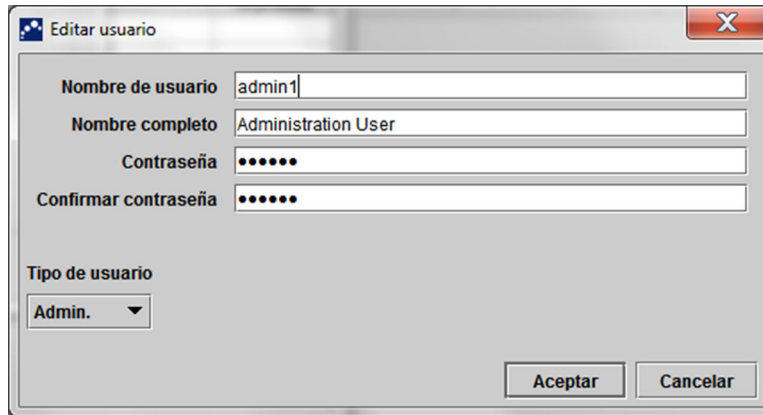

Figura 2-73. Cuadro de diálogo Editar usuario
3. Haga clic en **Editar**. Aparece el cuadro de diálogo Editar usuario. Consulte la figura 2-73.